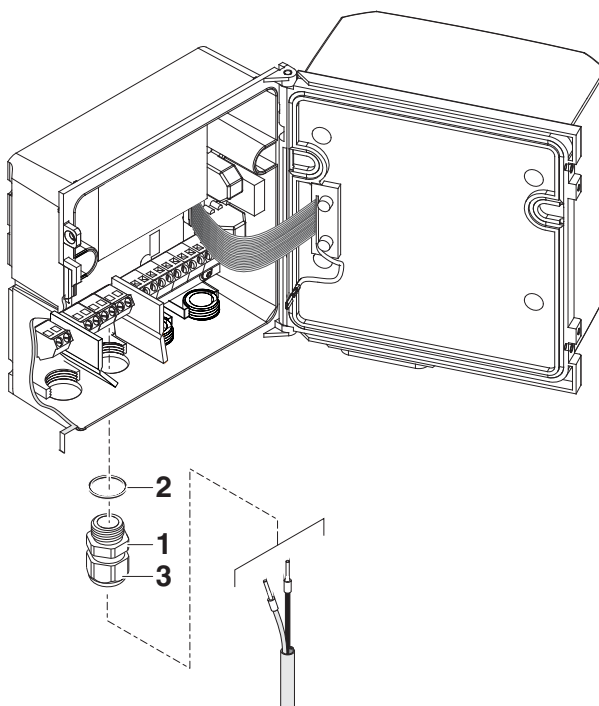

figure 3-31 Introduction des câbles
- 2 Visser un passe-câbles à vis (pos. 1 figure 3-31) avec sa bague d'étanchéité (pos. 2) dans le boîtier au-dessous de chacune des connexions correspondantes.
- 3 Desserrer l'écrou de serrage (pos. 3).
- 6 Serrer l'écrou de serrage (pos. 3).